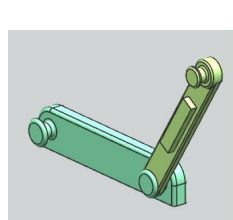

Рис.49
- Повторим наш простой пример (рис.49).